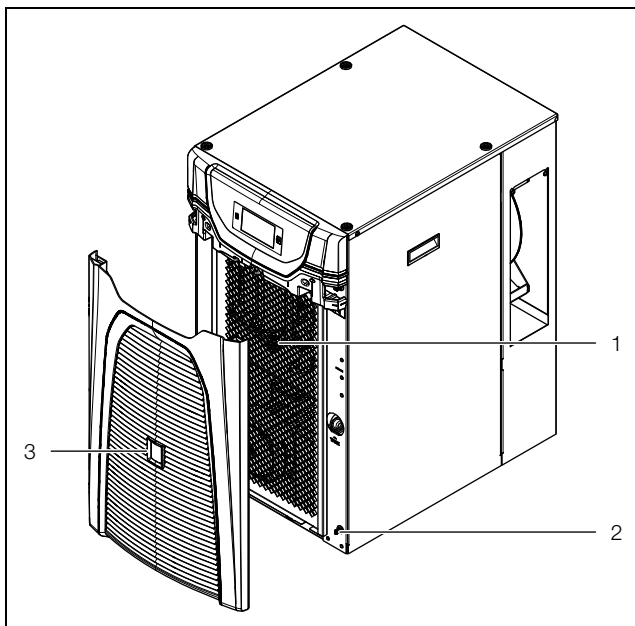

Abb. 34: Lamellengitter abziehen 3319100, 3320200 und 3334300
- Ziehen Sie vorne am Chiller das Lamellengitter (Abb. 34, Pos. 3) von den Halteclips (Abb. 34, Pos. 2) ab und stellen oder legen Sie es sicher ab.